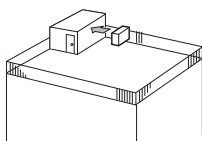

Fig. 2-2
- ① Positionner la sortie d'air vers le mur le plus proche et à environ 35 cm de celui-ci. (Fig. 2-2)